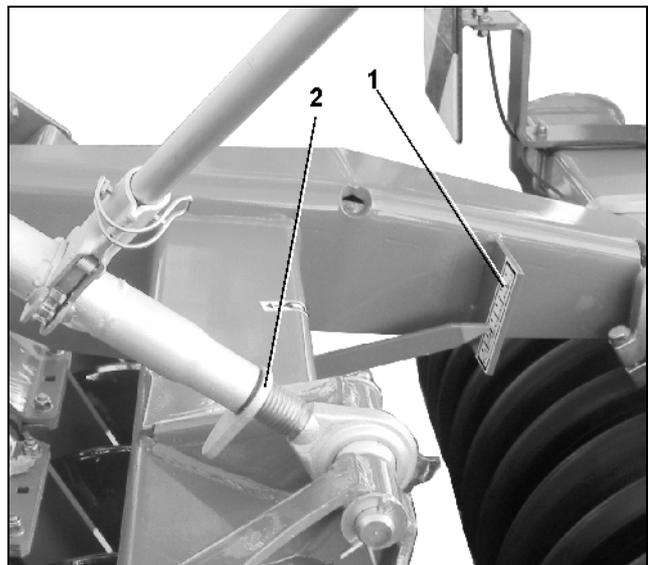

Fig. 11
- Controlar la profundidad de trabajo ajustada mediante la escala (Fig. 11/1) colocada sobre el brazo soporte del rodillo de anillo cónico.
- Fijar la posición del husillo de ajuste con la palanca (Fig. 11/2).